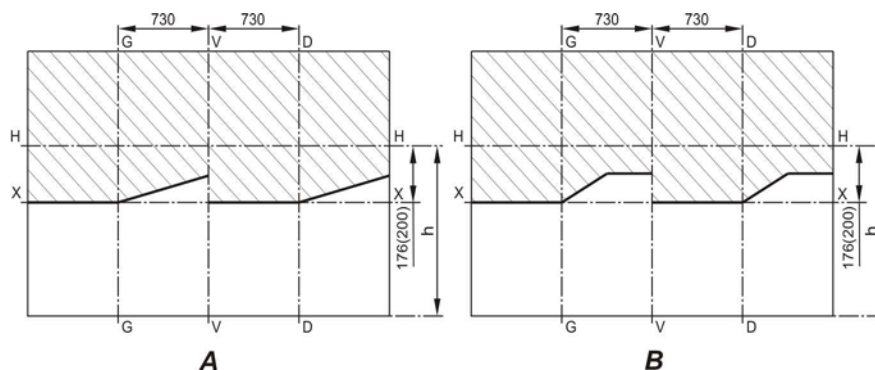

Рис. 8.6. Разметка экрана для регулировки фар:
- установить ненагруженный автомобиль на ровную горизонтальную площадку на расстоянии 10 м от экрана (рис. 8.6);
У отрегулированных фар горизонтальный участок светотеневой границы должен совместиться с линией X – X (рис. 8.6А, 8.6В), наклонные участки светотеневой границы должны соответствовать рис. 8.6А (с маркировкой на рассеивателе «AL») и рис. 8.6В (с маркировкой на рассеивателе «ОСВАР»), а точки пересечения горизонтального и наклонного участков светотеневой границы – с линиями G – G и D – D.